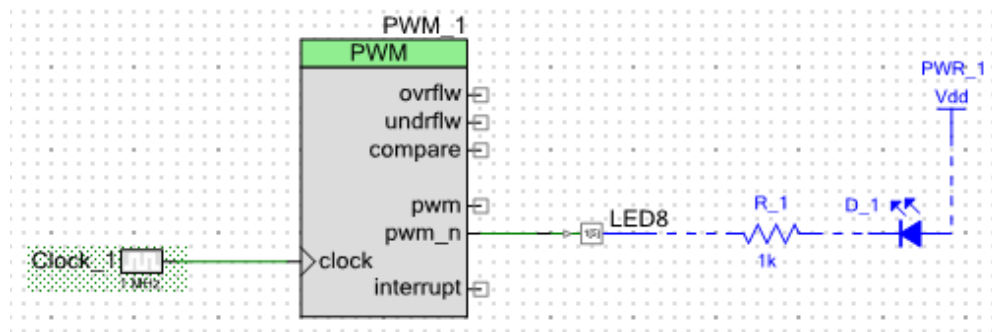
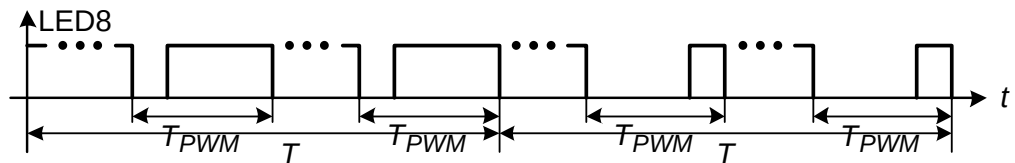

Рис. 3.13. Апаратна частина проекту до завдання 2.
Рис. 3.14. Часові діаграми засвічування світлодіоду LED8 стенду
2. Реалізувати проект плавного засвічування/ гасіння світлодіоду LED8 стану PSoC 6 BLE PIONER KIT з використанням схеми, зображеної на рис. 3.13. Алгоритм засвічування світлодіодів зображений на рис. 3.14. Параметри PWM – $T_{PWM} = 1$ мсек, $T = 20$ мсек. Час плавного засвічування LED8 складає 2 сек.